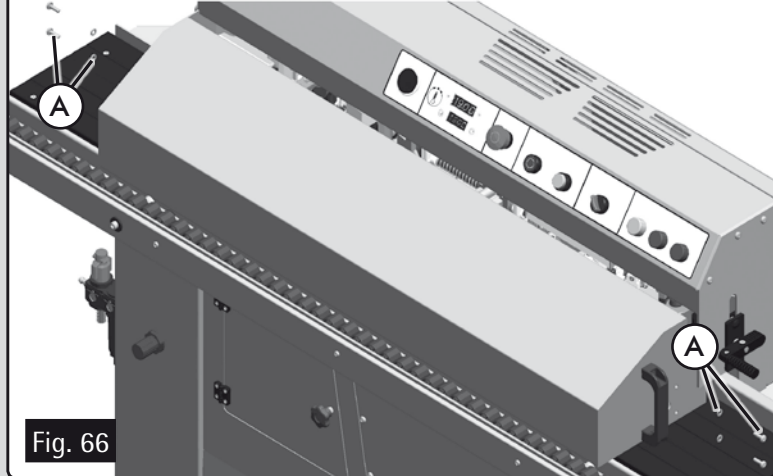
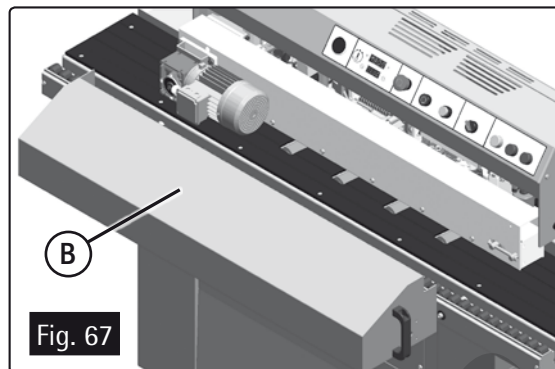

Fig. 66
Fig. 67
- Enlever les vis et les rondelles (A Fig. 66).
- Déposer le capot (B Fig. 67) et ouvrir le dispositif d'entraînement.
- Remonter le couvercle B (Fig. 67) avec les vis A (Fig. 66).